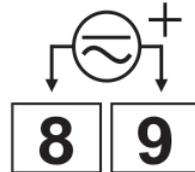

Figure 13 –Modèle 24 Vcc/ac
- **0-20 mA et 4-20 mA** : La Figure 13 indique comment raccorder les signaux de courant.